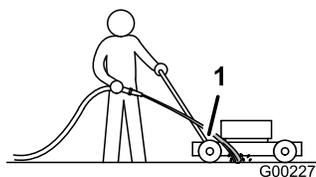

Figure 42
3. Tenez le tuyau d'arrosage à hauteur du guidon et dirigez le jet d'eau vers le sol, juste devant la roue arrière droite (Figure 42).